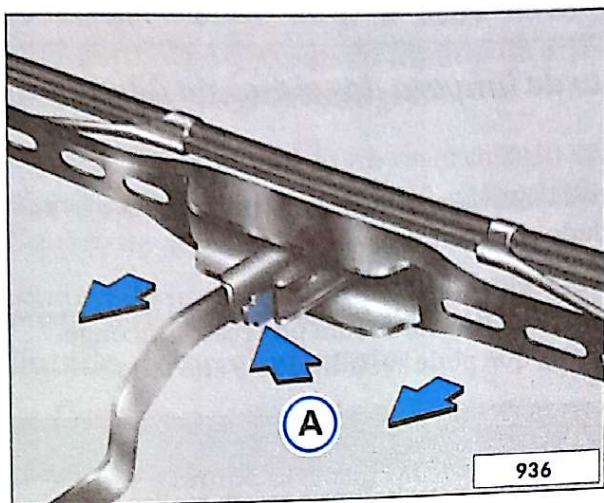

Fig. 113 Palhetas do limpador do para-brisa
- Aperte a trava de segurança (A) ⇒ fig. 113 no sentido da seta.